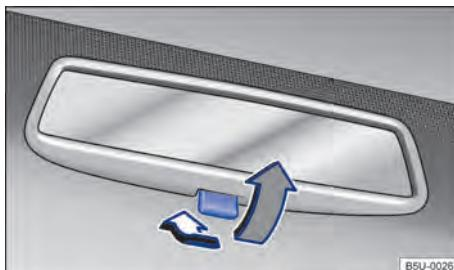

Fig. 69 Espelho retrovisor interno com antiofuscante manual.
- Posição noite: puxar a alavanca → Fig. 69 (seta cinza), para evitar o ofuscamento dos faróis dos veículos que trafegam atrás.